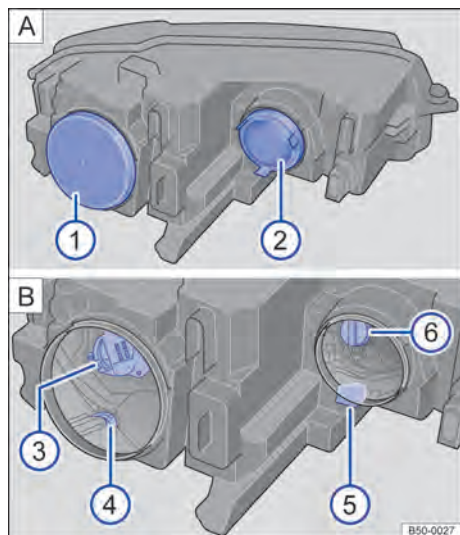

Fig. 216 No compartimento do motor: **A** coberturas e **B** lâmpadas no farol dianteiro esquerdo.
3. Remover a respectiva cobertura de borracha no lado de trás do farol → Fig. 216 ① e ② **A**.
4. **Farol baixo** ③, **luz de posição** e **farol de rodagem diurna** ④, **indicador de direção** ⑤, **farol alto** ⑥ **B** girar o suporte da lâmpada até o batente no sentido anti-horário e puxar com a lâmpada incandescente para trás para fora.
6. **Farol baixo** ③, **luz de posição** e **farol de rodagem diurna** ④, **indicador de direção** ⑤, **farol alto** ⑥ **B** encaixar o suporte da lâmpada no farol e girar até o batente no sentido horário.
7. Instalar a respectiva cobertura de borracha no lado de trás do → Fig. 216 ① e ② **A**.